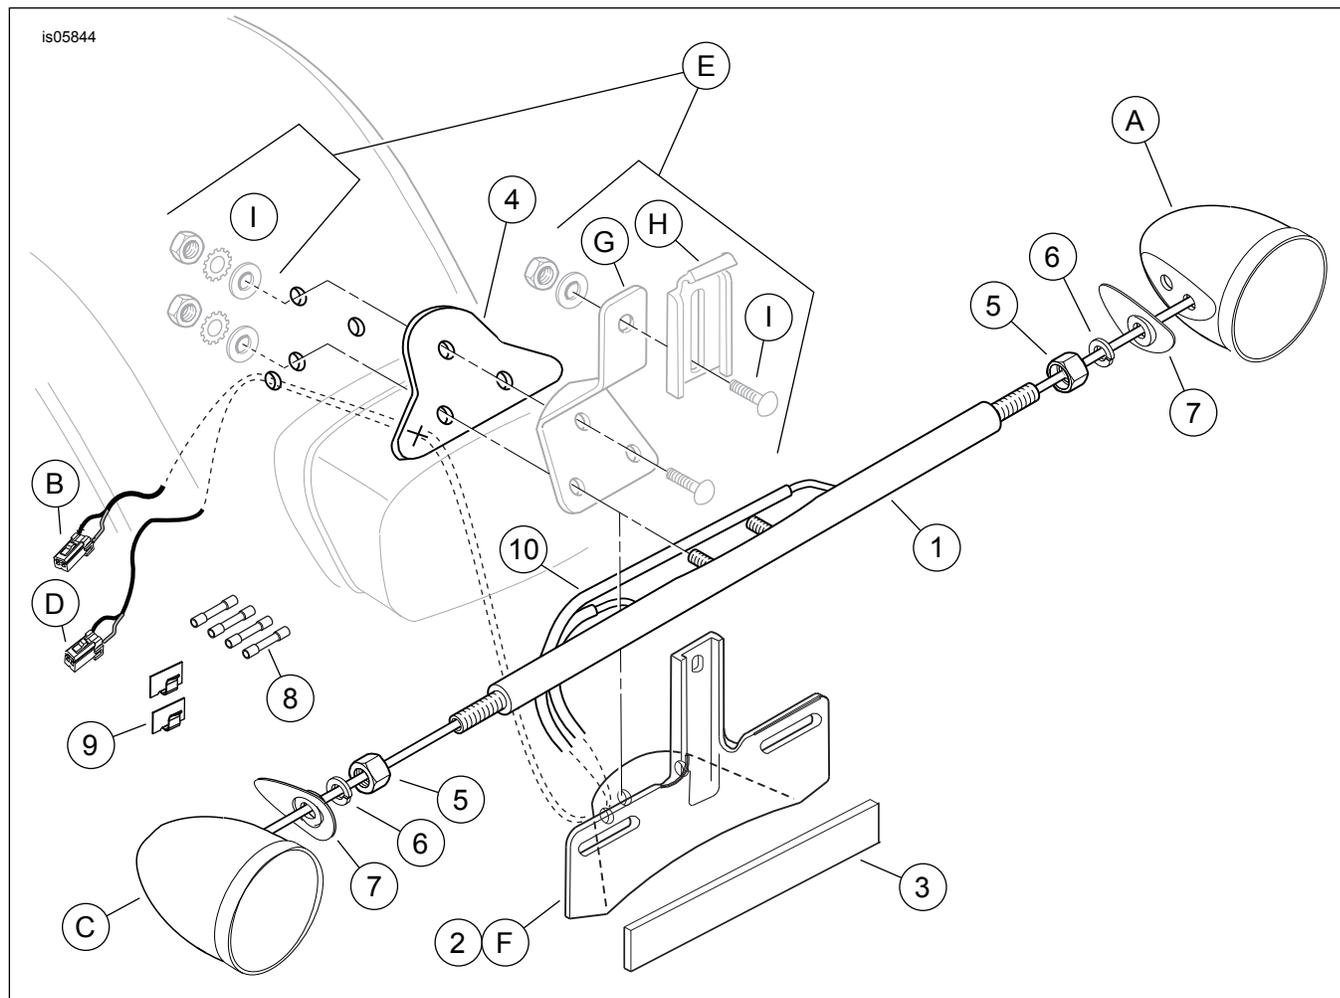

Figura 7. Peças de reposição: kit de reposicionamento do pisca-pisca traseiro
Remova o conjunto do suporte da placa de identificação do pára-lama. Veja a Figura 7. Guarde as ferragens (E) para a instalação do novo suporte (2) deste kit.
1. Veja a Figura 7. Pegue a barra direcional (1) e duas contraporcas (5) do kit. Aparafuse totalmente uma contraporca em cada extremidade da barra direcional com o lado com rebaixo da porca contra a barra.
- a. Coloque um pedaço de fita adesiva no pára-lama traseiro (3) na área à esquerda dos três furos de montagem do suporte da placa de identificação acima da lâmpada traseira.
- b. Meça a partir do furo inferior esquerdo (4), de acordo com as dimensões (6) e (7), e marque o local para o furo (5) na fita.
- c. Coloque o novo coxim (1) do kit no pára-lama, alinhando os furos com os três furos do pára-lama. Certifique-se de que o coxim cubra um furo com diâmetro de 10 mm (3/8 in) no local marcado.
- f. Coloque o coxim (1) no pára-lama, alinhando os furos com os três furos do pára-lama.
- h. Coloque o novo coxim (1) do kit no pára-lama, alinhando os furos com os três furos do pára-lama.
2. **TODOS os modelos:** remova o coxim do pára-lama e corte um “X” (2) na marca como mostrado.
3. Veja a Figura 7. Pegue o **novo** suporte da placa de identificação (2) do kit. Oriente os fios para ambos os pisca-piscas através do furo mais à esquerda no suporte da placa de identificação, do corte “X” no coxim e do furo mais à esquerda no pára-lama.
4. Coloque o coxim (4) no pára-lama, alinhando os furos e o corte “X” com os quatro furos no pára-lama. Coloque o suporte da placa de identificação original (G) no coxim e fixe no pára-lama **somente através do furo superior** com os prendedores originais (E) removidos anteriormente.